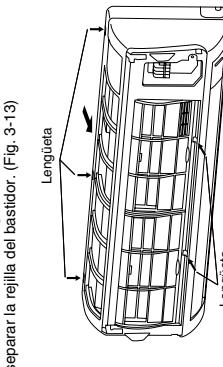

Fig. 3-13
- (3) Extraiga los 3 lengüetas ubicadas en la parte superior de la rejilla y las 3 lengüetas de la parte delantera para separar la rejilla del bastidor. (Fig. 3-13)